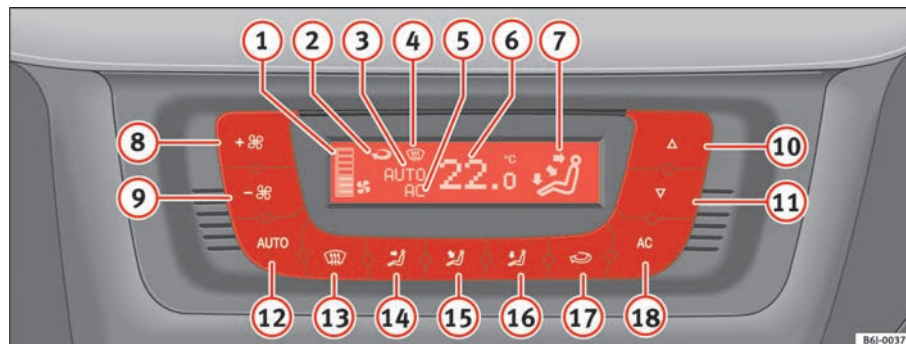

Fig. 91 Comandos do Climatronic no painel de instrumentos
- Rode o regulador da temperatura ⇒ **página 131, fig. 91 10** para regular a temperatura.
- Premir o botão **AUTO**. Visualiza-se a indicação ⇒ **página 131, fig. 91 7**.
- Prima um dos botões ⇒ página 131, fig. 91 **14** a **16** ou pressione o regulador do ventilador **8** e **9**. Apaga-se a indicação **3**.
O ventilador pode ser regulado através dos botões **8** e **9** ⇒ página 131, fig. 91. Se o ventilador estiver desligado (no ecrã não está indicado qualquer nível **1**) e continuar a pressionar o botão **9**, o Climatronic desliga-se. Nesse caso, aparecerá **OFF** no ecrã.
- Prima o botão , para ligar e desligar a recirculação do ar. Está ligada se aparecer o símbolo  ⇒ página 131, fig. 91 no ecrã.